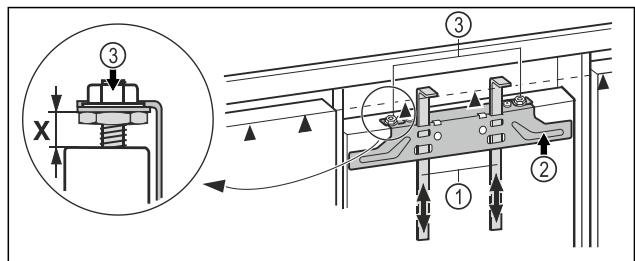

Fig. 14
- Schuif de montagehulp Fig. 14 (1) tot op de hoogte van de meubeldeur. Onderste aanslagkant ▲ van de montagehulp = bovenrand van de te monteren meubeldeur.
- Bevestigingstraverse Fig. 14 (2) middels de borgmoeren Fig. 14 (3) losschroeven.